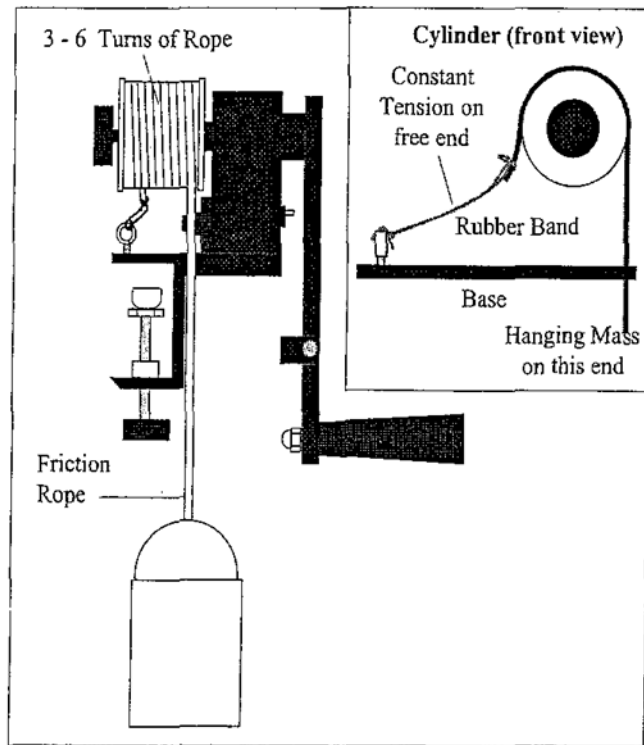

Figure 9 Add Friction Rope and Hanging Mass
6. Enrolle la cuerda varias veces alrededor del cilindro (*con cuatro a seis vueltas trabajará bien*), verificando que el balde quede a unos 3 cm del nivel del suelo. Asegúrese que la cuerda apoye plana contra el cilindro y cuelgue por la hendidura prevista en la placa base. Ate un extremo de la cuerda a la masa colgante (*fig. 9*). Cuando el cilindro está frío, el vapor del ambiente condensa sobre su superficie; en tal caso, seque el cilindro totalmente con un trapo o papel antes de enrollar la cuerda (*de esta manera, hacemos que el calor fluya hacia el interior del cilindro en lugar de evaporar el agua condensada*).